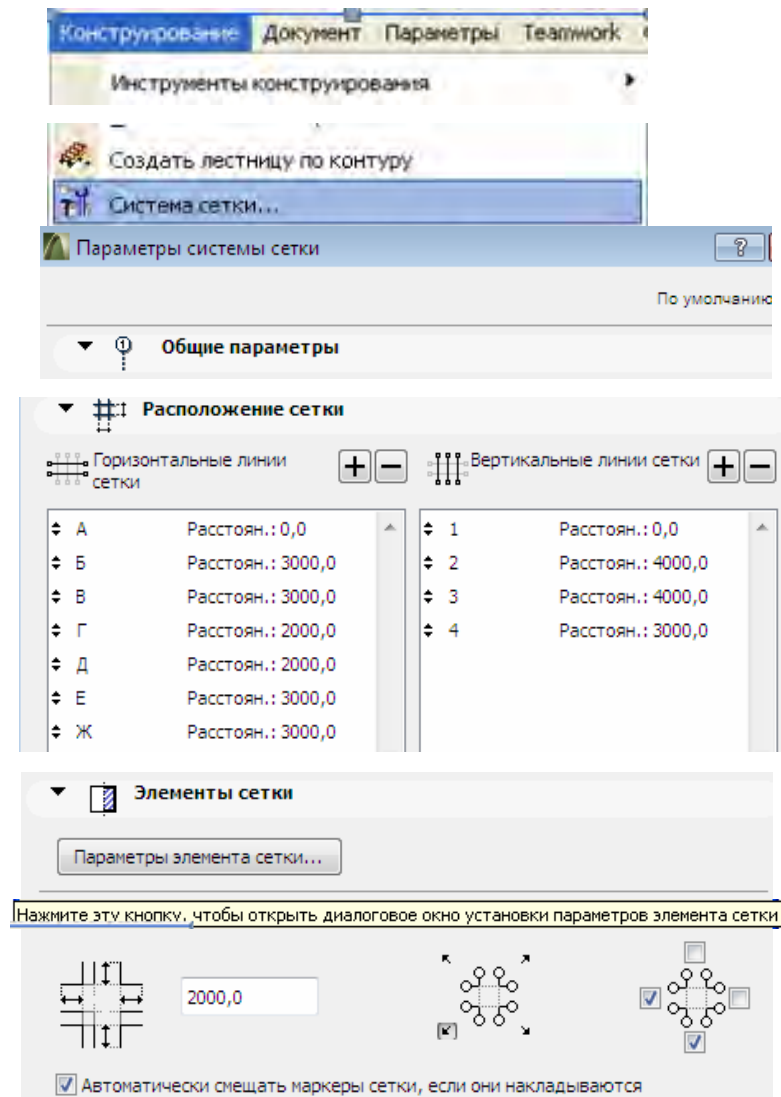
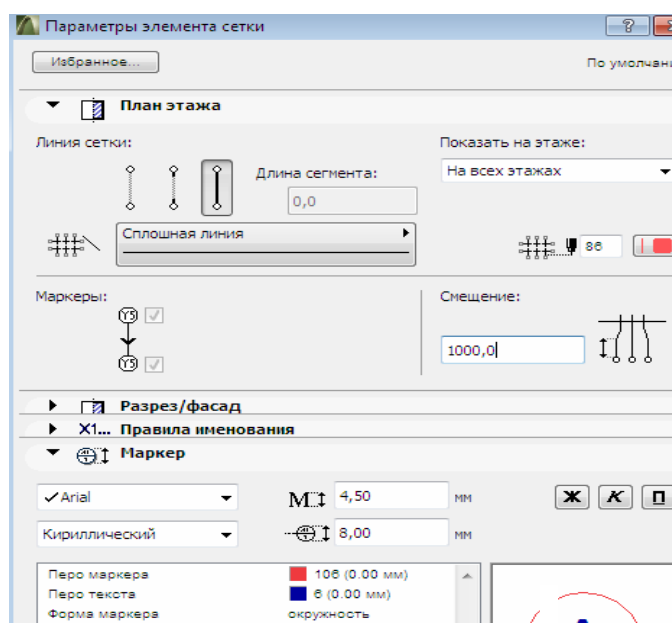

Рис. 26
Рис. 28
2. Выберите команду **Конструирование** > **Система сетки** для открытия диалогового окна **Параметры системы сетки** (рис. 26). Система сетки — это совокупность элементов, включающая элементы сетки, колонны, балки
4. Нажмите кнопку **Параметры элемента сетки** (см. рис. 26) для открытия одноименного диалогового окна (рис. 28). Элементы сетки имеют свои собственные параметры, включая показ на этажах, типы линий сетки и перья (как на плане этажа, так и в окнах разрезов/фасадов), правила именования осей, параметры маркеров, располагающихся на одном или обоих концах элементов сетки, и т. д. Предоставляется возможность показывать элементы сетки на выбранном этаже, а также в разрезах, фасадах и даже в 3D-видах.